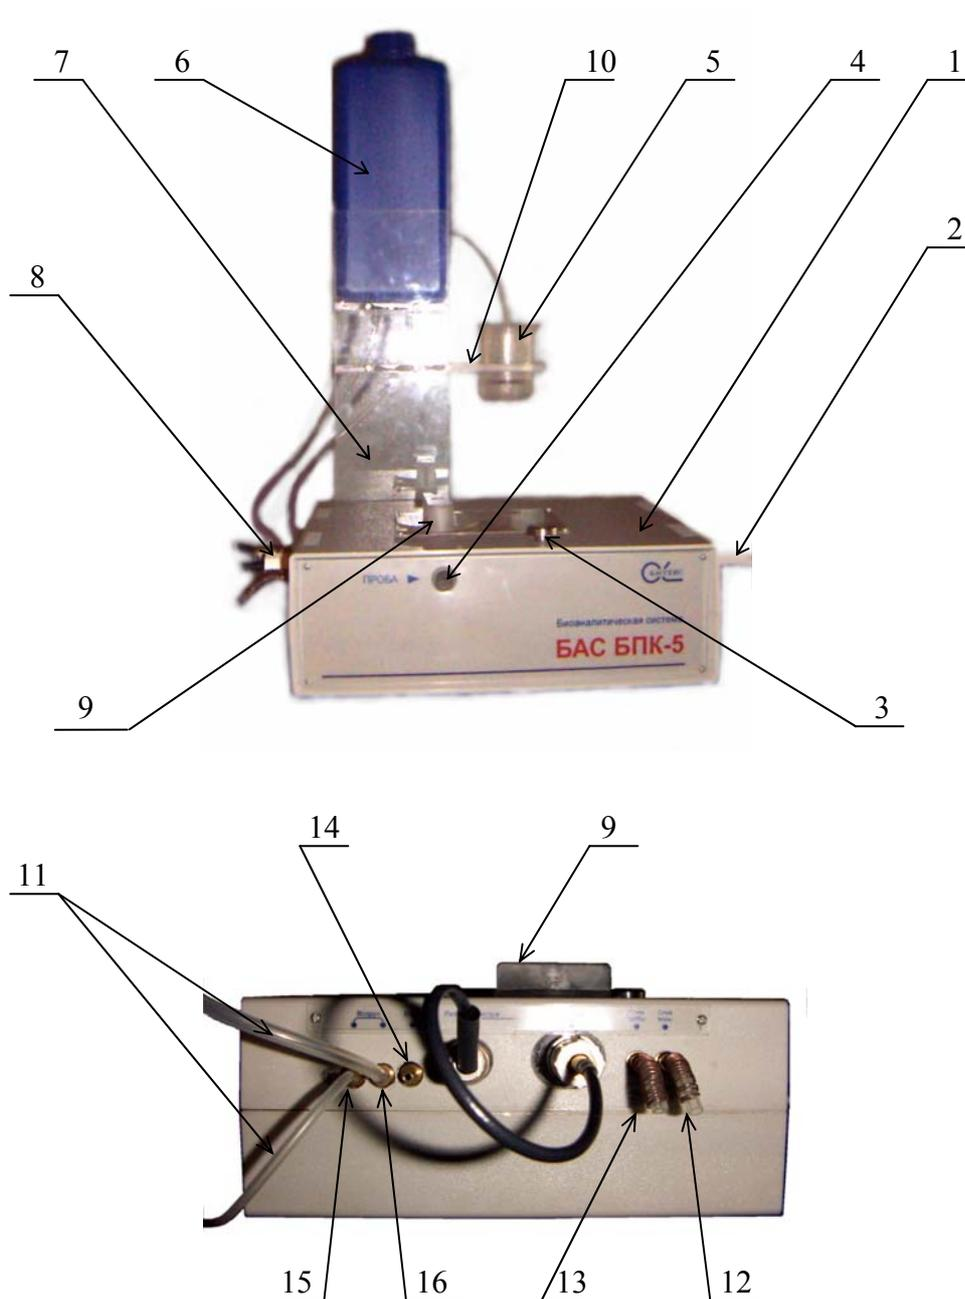
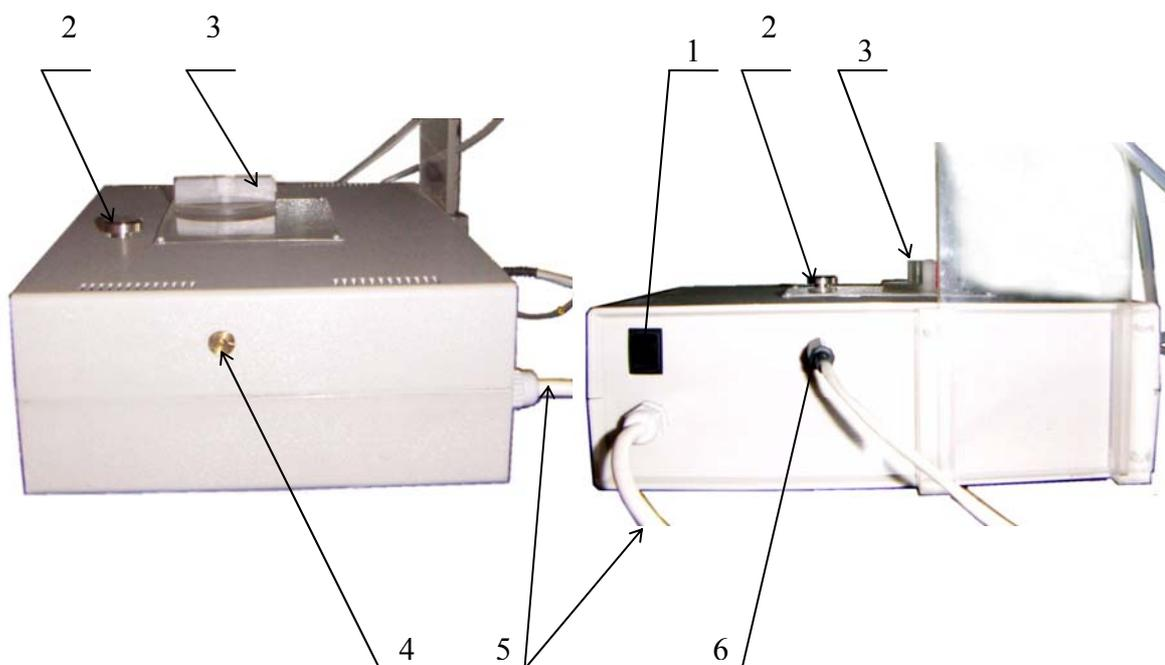
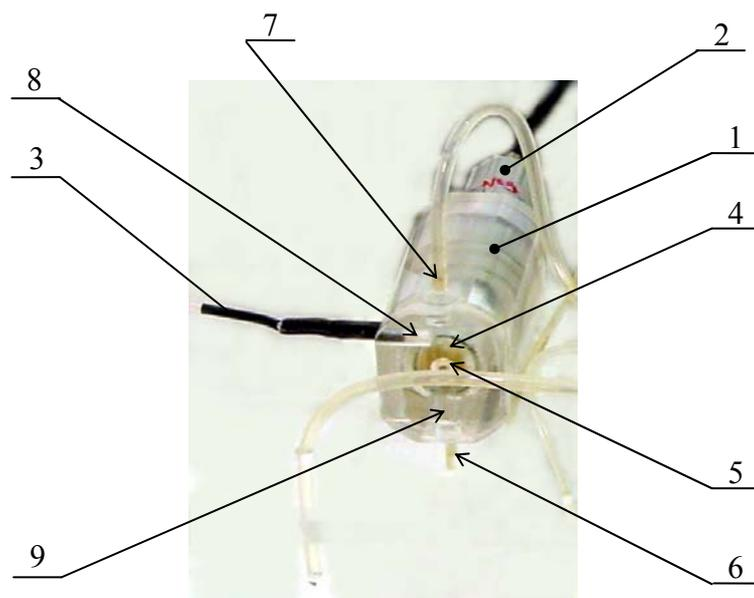
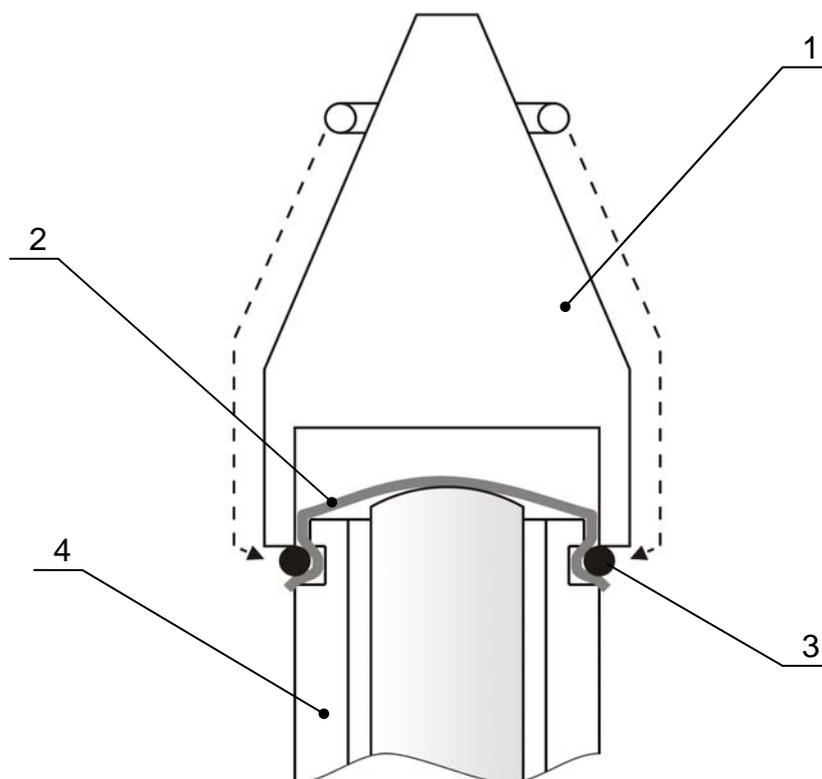

Рис.1 Внешний вид биоаналитической системы «БАС BPK-5».
Рис.2 Элементы управления биоаналитической системы «БАС BPK-5».
Рис.3 Внешний вид измерительной камеры.
Рис.6 Закрепление мембраны, с иммобилизованным на ней биокomпонентом, на чувствительной поверхности $ASrO_2$.
Биоаналитическая система «БАС BPK-5», представленная на рис.1, является проточно-инжекционной и состоит из: корпуса (1), в который интегрированы анализатор кислорода АКПМ, микрокомпрессор и устройство подготовки и ввода пробы; ёмкости с дистиллированной водой (6) установленной на подставке (7); ёмкости для хранения пробы
При проведении измерений анализируемая проба вытесняется из петли под давлением столба жидкости (дистиллированная вода в ёмкости (6) см.рис.1, насыщенная кислородом воздуха) со скоростью, установленной регулятором расхода жидкости (4) см.рис.2, и проходит через измерительную камеру (рис. 3).
Измерительная камера (рис. 3) состоит из корпуса (1), в котором, с помощью байонетного соединения установлен микробиологический биосенсор (2). На биосенсор одета мембрана с биокомпонентом (4). Уплотнение в соединении биосенсор - измерительная камера осуществляется с помощью тонкого резинового кольца (5). Уплотнительное кольцо жёстко связано с корпусом (1), поэтому, при установке в измерительной камере биосенсора, уплотнение происходит автоматически. Чувствительная часть (катод) биосенсора расположена в основном канале (9) измерительной камеры, по которому протекает анализируемая жидкость. Связь измерительной камеры с коммутатором (9) и «выходным» штуцером (12) (см. рис.1) осуществляется с помощью силиконовых трубок через штуцеры (6) и (7).
С помощью конуса (1) и резинового кольца (3) закрепляют мембрану с иммобилизованным БК (2) на чувствительной поверхности $ASrO_2$ (4), как показано на рис.6. Расправляют гофры на мембране и устанавливают МББ-01 (2) (см. рис.3) в корпусе измерительной камеры (1) (см. рис.3), с помощью байонетного соединения.
Соберите установку, как показано на рис.1 и рис.2:
- Подставку (7) установите в направляющих, расположенных на задней стенке корпуса (1).
- Установите на верхнем кронштейне подставки (7) ёмкость для дистиллированной воды(6).
- Соедините силиконовыми трубками штуцеры расположенные в нижней части ёмкости (6) с соответствующими штуцерами на корпусе (1). «Водный» штуцер расположен в нижней части ёмкости (6) напротив боковой стенки со шкалой, второй штуцер «воздушный». На корпусе штуцеры помечены «вода» и «воздух».
- Установите микробиологический биосенсор МББ-01 (8) в измерительной камере с помощью байонетного соединения. Разъём кабеля соедините с соответствующим разъёмом «сенсор» на корпусе (1).
- Ёмкость для пробы (5) установите на кронштейне (10) подставки (7). Оденьте силиконовую трубку на свободный штуцер «воздух» на корпусе (1). Свободный конец трубки опустите в ёмкость (5).
- Под штуцерами «слив воды» и «слив пробы», расположенными на корпусе (1), установите кювету для жидкости.
- Один конец Data-кабеля соедините с соответствующим разъёмом (6) (см. рис.2), расположенном на задней стенке корпуса (1), другой, с разъёмом последовательного (COM) порта на системном блоке персонального компьютера.
- Вилку кабеля питания (5) (см. рис.2) включите в розетку промышленной сети 220В~50Гц.
- Установить ручку коммутатора (9) в положение «Подготовка».
- Ёмкость (6) (см. рис.1) заполните дистиллированной водой до верхней отметки на шкале.
- С помощью регулятора расхода жидкости (4) (см. рис.2) установите скорость потока 20÷40 капель в минуту.
- С помощью выключателя (1) (см. рис.2) включите питание системы.
Перед проведением градуировки раствор насыщают кислородом воздуха. Для этого свободный конец силиконовой трубки необходимо опустить в ёмкость (5) (см. рис.1) с раствором ГСО.
- С помощью шприца емкостью 20 мл, набирают 10÷15 мл анализируемой пробы и вводят через штуцер (4), расположенный на передней панели корпуса (1) (см. рис.1).
- Устанавливают ручку коммутатора (9) (см. рис.1) в положение «Анализ пробы» и наблюдают на экране монитора сигналы от амперометрического сенсора АСрО₂ и его первой производной.
После анализа просушите петлю нажав, и удерживая в таком положении в течении ~ 10 секунд, кнопку (2) (рис.2).